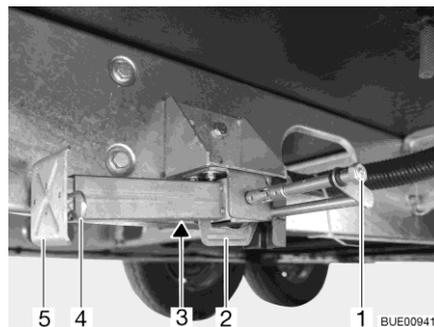

Fig. 49 Piedino di stazionamento
- Inserire la chiave a tubo nell'esagonale (Fig. 49,1) e ruotare fino a quando il piedino di stazionamento non si trova in posizione verticale verso il basso.
- Se la lunghezza del piedino di stazionamento è regolabile, sfilare la copiglia (Fig. 49,4) dal piede del prolungamento (Fig. 49,5).
- Inserire la chiave a tubo nell'esagonale (Fig. 49,1) e ruotare fino a quando il piedino di stazionamento non si stacca dal terreno.
- Spingere completamente all'interno il prolungamento dell'estremità del piedino (Fig. 49,5) e inserire la copiglia (Fig. 49,4) nel foro apposito.
- Girare sull'esagonale (Fig. 49,1), finché il piedino di stazionamento è orientato verso l'alto e la guida (Fig. 49,2) si trova proprio alla fine della scanalatura (Fig. 49,3).